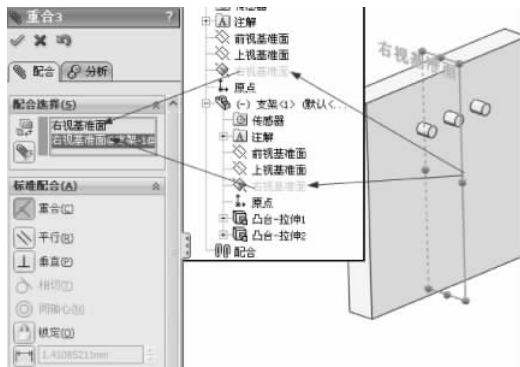

图 3-76 右视基准面重合
(6) 继续进行配合约束,在【标准配合】选项组下选择【重合】配合类型,在【配合选择】选择框中选择如图3-76所示的装配体环境下的右视基准面和支架零件的右视基准面,